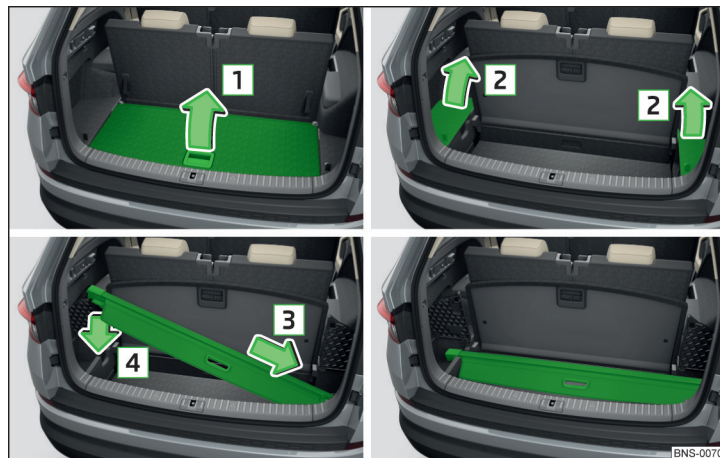

Fig. 150 Ranger le cache enroulable
- Soulevez le sol de chargement variable dans le sens de la flèche **1** et insérez-le dans les évidements latéraux » **fig. 150**.